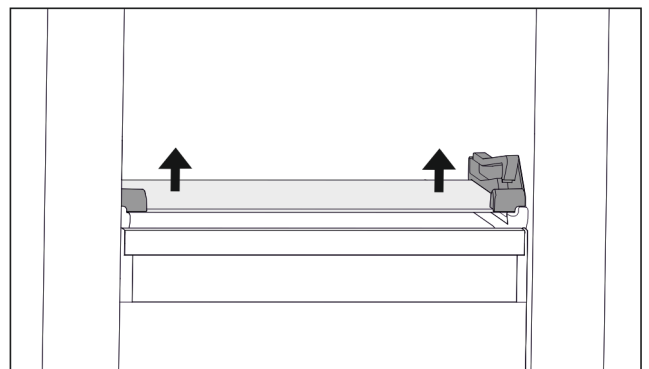

Fig. 63 Стеклянная пластина откидного выдвижного ящика
- ▶ Нажмите на стеклянную пластину снизу вверх с обеих сторон. (см. Fig. 63)